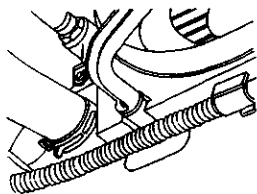

图 2-2 拔下散热器的下水管
- 4) 松开散热器下水管夹箍，拔下散热器的下水管，放出冷却液，如图 2-2 所示。所放出的冷却液必须用干净的容器予以收集，以便处理或再使用。